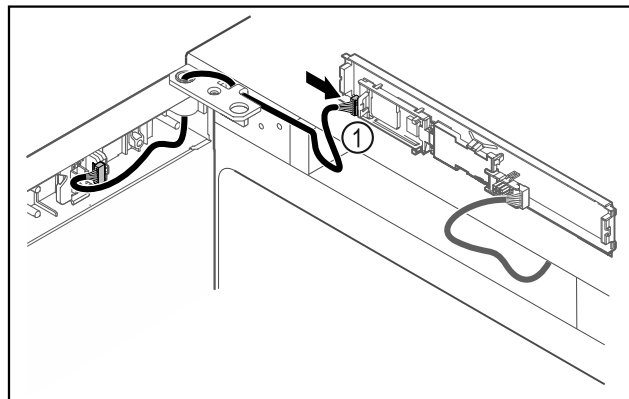

Fig. 50
- Dugja be a dugót Fig. 50 (1) a NYÁK-on.